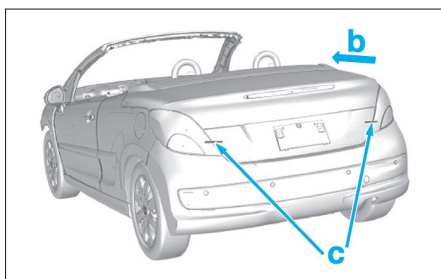

Fig. 134
- Le premier opérateur doit contrôler les jeux et affleurements "c" en poussant le coffre vers l'avant "b" et le maintenir dans cette position (Fig.134).